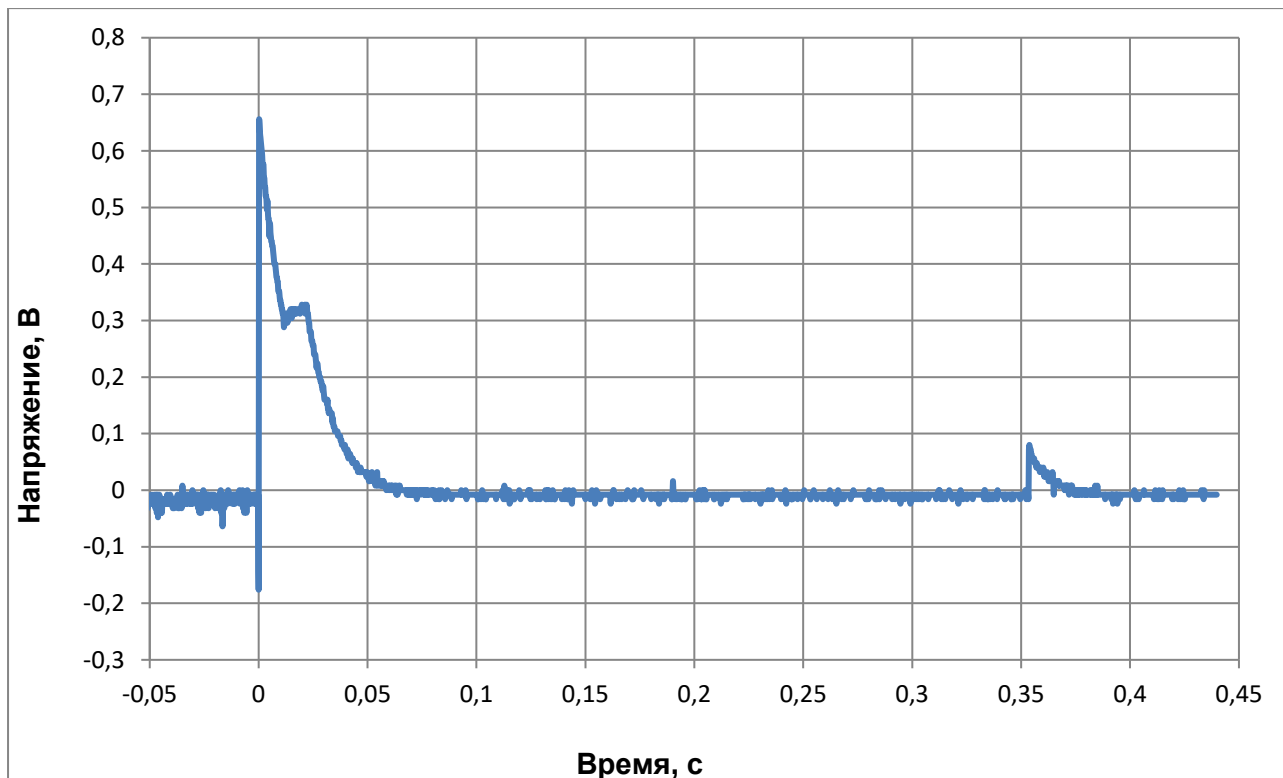

Рис. 1. Типичная диаграмма потребления тока датчика при старте (падение напряжения на нагрузке $R = 100\text{ Ом}$ при входном напряжении $U = 3.3\text{ В}$)
- В течение первых 0.01 с после включения датчик потребляет до 8 мА (см. Рис. 1).